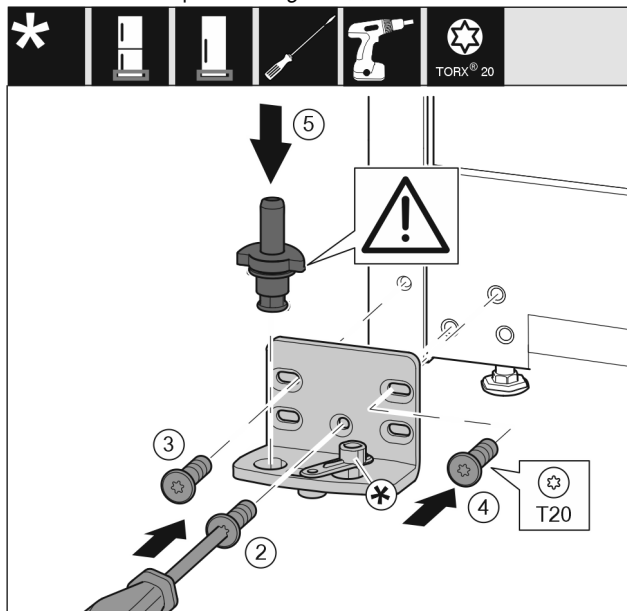

Fig. 43 *
- Applicare il blocco di supporto sull'altro lato e avvitare con l'aiuto di un cacciavite. Iniziare dalla vite Fig. 43 (2) in basso al centro.*
- Stringere la vite Fig. 43 (3) e la vite Fig. 43 (4)*
- Inserire completamente i perni di supporto Fig. 43 (5). Facendo ciò assicurarsi che la camma di arresto sia rivolta all'indietro.*